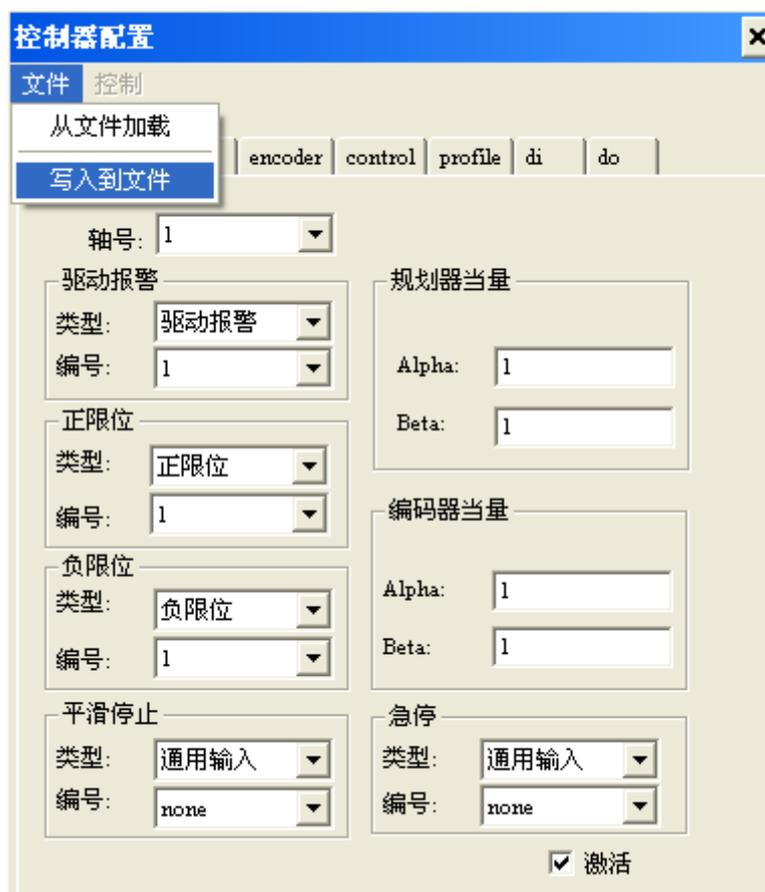

图 4-17 生成配置文件界面
按照 4.3 节中所描述进行运动控制器的配置之后，如图 4-17 所示，在“控制器配置”界面的“文件”菜单，点击“写入到文件”，即可对配置信息进行保存，生成配置文件*.cfg。
- (14) 如图 4-17 所示,在'控制器配置'界面的'文件'菜单,点击'写入到文件',即可对配置信息进行保存,生成配置文件(*.cfg)。